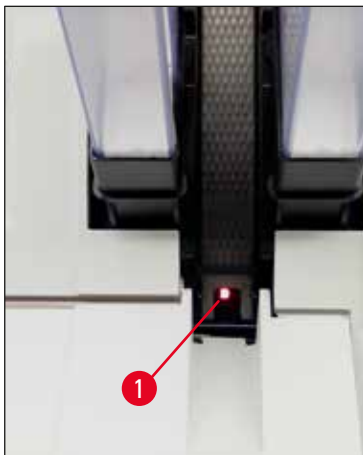

Fig. 49
- Stazione di carico (→ "Fig. 49")